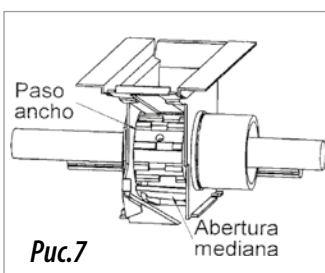

Рис.7
- Широкий шаг, ступенчатый зубчатый ряд, для нормальных и крупных семян (рис. 7 и 8).